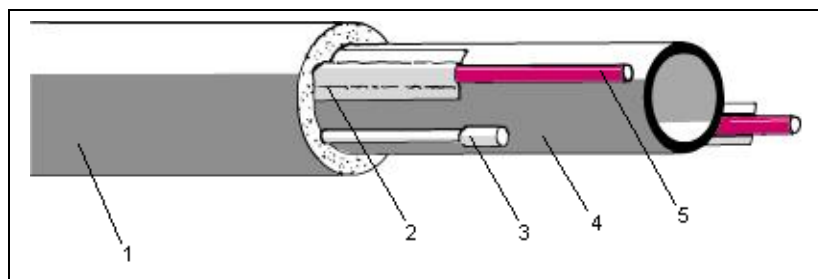

Рис. 6. Монтаж нагревательного кабеля на водопроводных трубах.
14. Теплоотдача смонтированной кабельной системы (на 1 погонный метр трубы) должна быть не меньше расчётных удельных теплотерь трубопровода. В соответствии с этим выбирается схема укладки кабеля - продольными линиями или спиралью. Пример монтажа кабеля на трубе в 2 линии приведён на рис.6. При обогреве дренажных систем или систем водоснабжения с непостоянной подачей воды рекомендуется монтировать кабель снизу трубы.